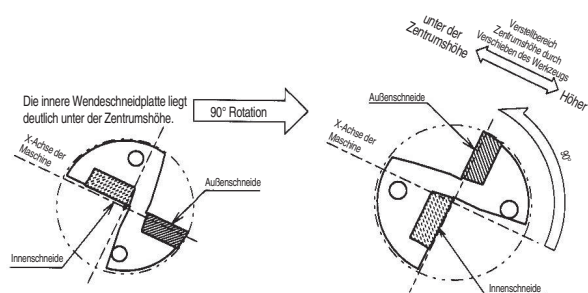

Abb. 10
- Drehen Sie den Bohrer wie in Abb. 10 gezeigt um 90°. (mit der äußeren Wendeschneidplatte nach oben zeigend), und verstellen Sie die Zentrumshöhe durch Verschieben des Werkzeugs in Richtung der x-Achse. (Dies macht ein Einstellen des Bohrerdurchmessers jedoch unmöglich.)